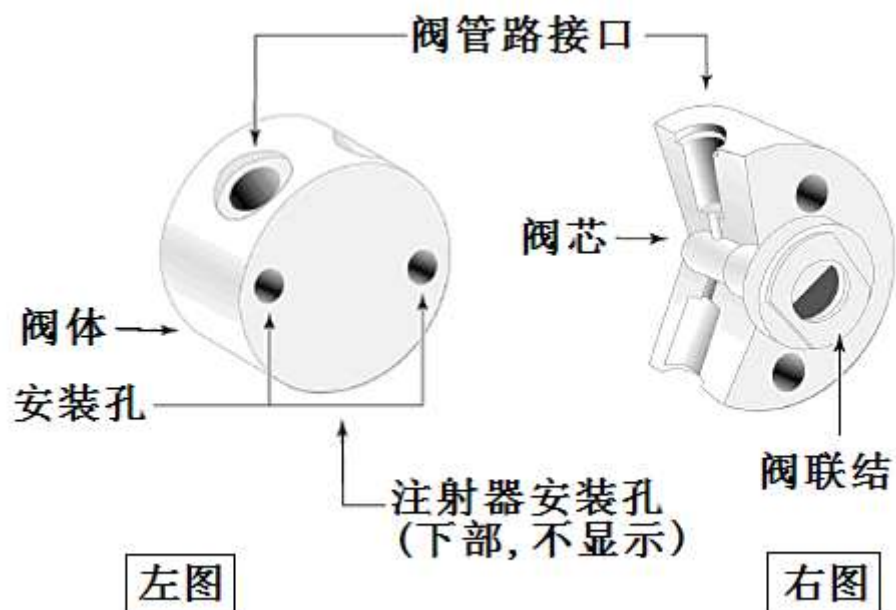

图 7
- ◆ 调整驱动设备半圆出轴接口，将其插入旋转阀的连接槽中如图 7 右图位置。